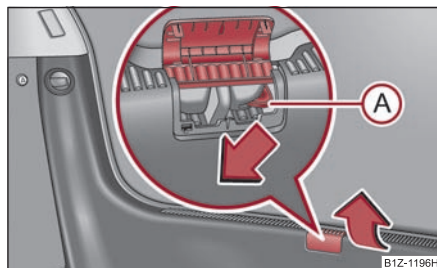

Fig. 46 Descuierea de urgență a capacului portbagajului
- Ridicați capacul de pe încuietore ⇒ fig. 46.